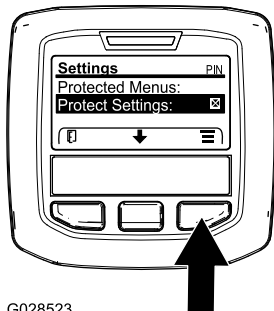

Bild 25
1. Navigieren Sie vom Hauptmenü mit der mittleren Taste auf das Menü EINSTELLUNGEN und drücken Sie die rechte Taste (Bild 25).